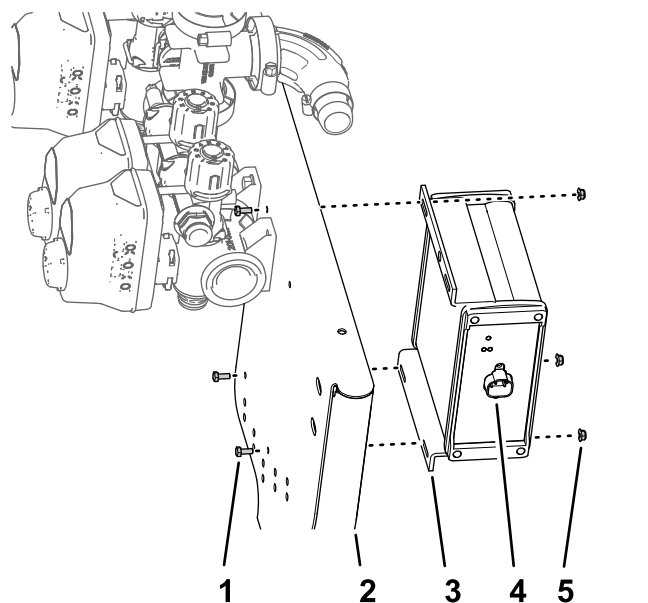

Figura 97
1. Allineate il controller dell'irroratrice ASC 10 sul lato anteriore del supporto della valvola con il connettore a 4 pin verso l'esterno (Figura 97).
2. Montate il programmatore dell'irroratrice sul supporto della valvola (Figura 97) con i 3 bulloni (3 x 10 mm) e 4 dadi di bloccaggio flangiati (4 mm).